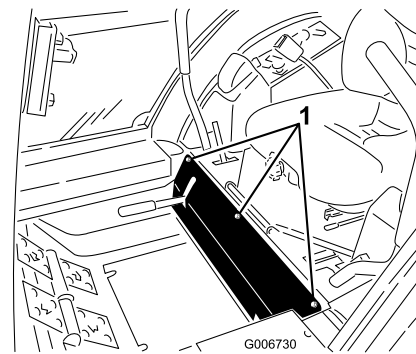

Figura 69
2. Afloje los pernos del panel delantero y retire el panel (Figura 69).